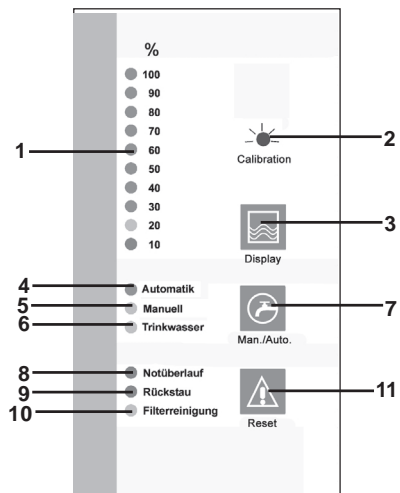

Bild 1
1.4 Bedienung des Kontrollelementes (siehe Bild 1)
- **LED Füllstandsanzeige 0-100 % (1)**